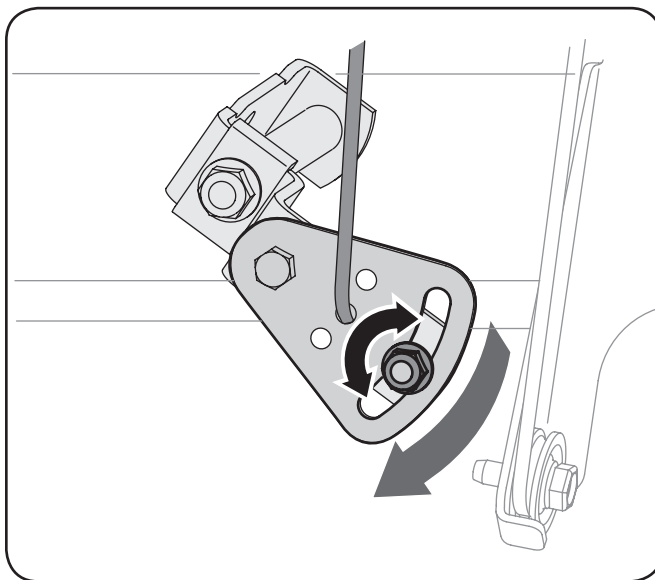

Figure 6-9
2. Desserrez l'écrou sur le support index du câble. Voir Figure 6-9.